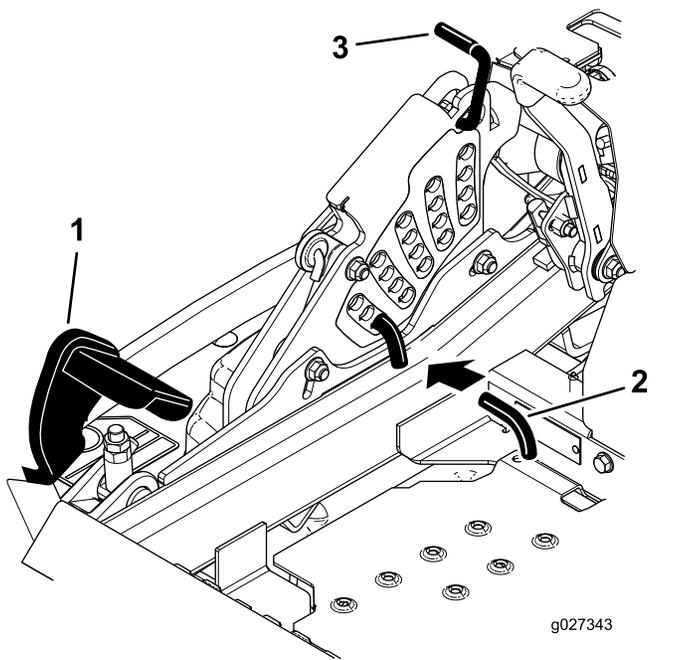

Figure 88
5. Enfoncez complètement la pédale de relevage du tablier de coupe pour verrouiller le tablier à la position de transport de 14 cm (5½ po) (Figure 88).